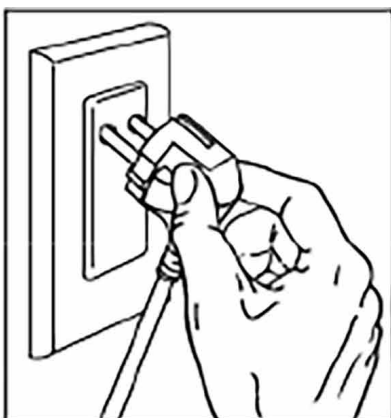

Fig. 1
- Sluit de stekker aan op een stopcontact (220 VCA). Wanneer de stekker is aangesloten op de stroombron zal een geluidssignaal klinken, en het LED-lampje zal de kleur «Rood niet knipperen» tonen (Fig. 1).